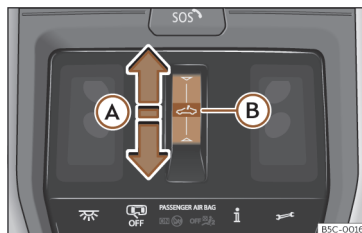

Fig. 82 No revestimento interior do teto: botão do teto de vidro.
- Movimento automático: deslize o dedo para trás sobre a área funcional >>> **Fig. 82 (A)**.
- Antes de decorrerem aprox. 5 segundos da ativação da função antientalamento, deslize o dedo para a frente sobre a área funcional >>> **Fig. 82** (A) e mantenha pressionado até o teto se fechar totalmente.